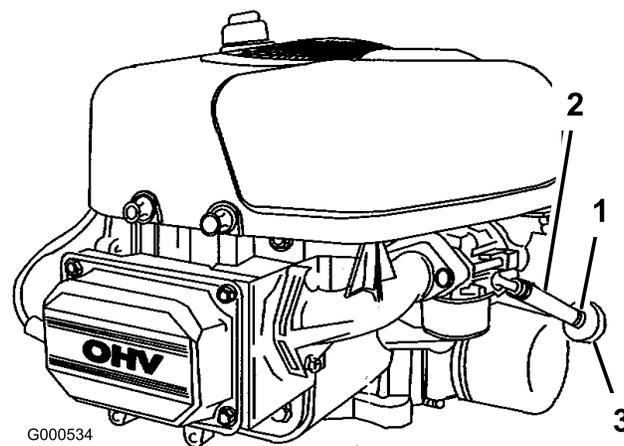

Figura 30
4. Afloje la abrazadera cerca del filtro de combustible y deslícela por el tubo, alejándola del filtro de combustible (Figura 30).
5. Retire el tubo de combustible del filtro (Figura 30).
7. Instale el tubo de combustible en el filtro de combustible. Acerque la abrazadera al filtro de combustible para fijar el tubo de combustible (Figura 30).
4. Apriete los extremos de las abrazaderas y deslícelas por el tubo alejándolas del filtro (Figura 30).
6. Instale un filtro nuevo y acerque las abrazaderas al filtro (Figura 30).